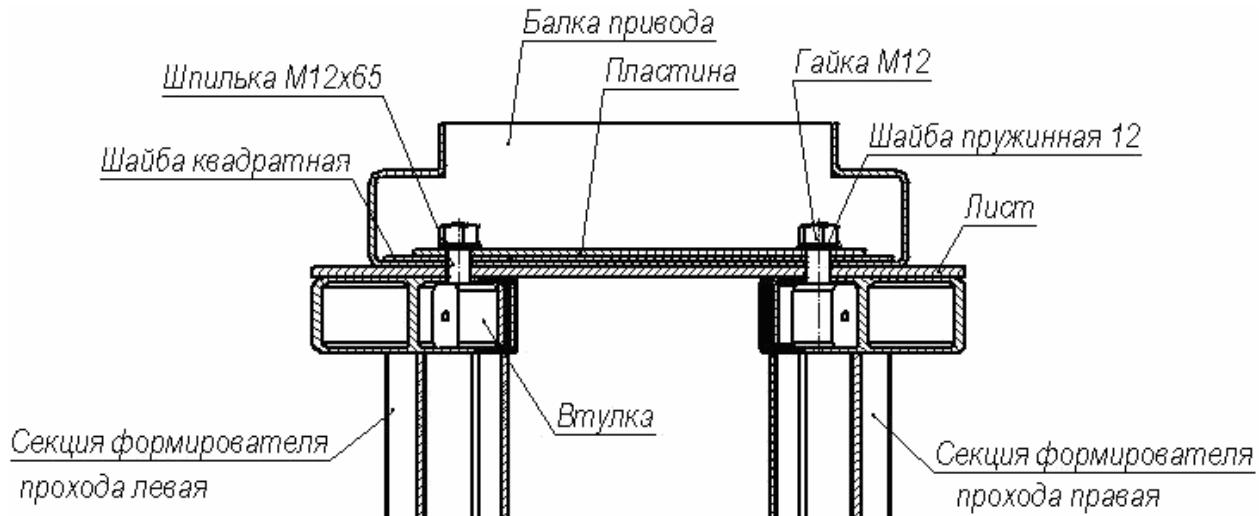

Рисунок 14. Крепление балки привода к секциям формирователя прохода
- Наденьте на две шпильки, расположенные со стороны формирователя прохода, две квадратные шайбы, на шайбы – пластину (квадратные шайбы и пластина при поставке находятся внутри балки привода), а затем две пружинные шайбы 12 и две гайки M12 (см. рис. 14).